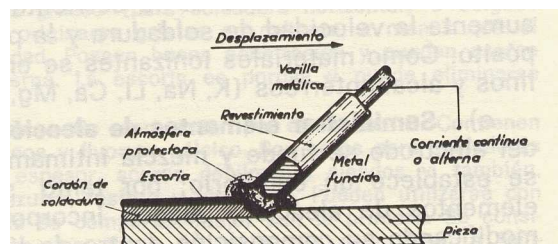

Figura 7: Soldadura por arco con electrodo metálico
- Soldadura por arco con electrodo metálico: Es el proceso de soldadura por fusión más empleado y consiste en hacer saltar el arco entre la pieza y un electrodo metálico que, a su vez, funde y actúa como metal de aportación, según se muestra en la Figura 7. Dentro de este grupo se usa la soldadura con electrodo revestido, como es más común.